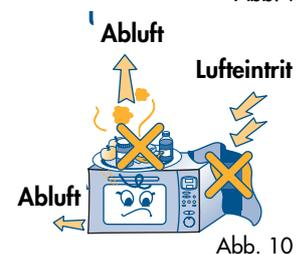

Abb. 10
- 7) Decken Sie die Zuluftöffnungen nicht ab. Stellen Sie vor allen Dingen nichts auf das Gerät und achten Sie darauf, daß die Abluft- und Dampfabzugsschlitze (an der Ober-, Unter- sowie Rückseite des Gerätes) IMMER FREI sind (Abb. 10).
- 8) Positionieren Sie die Halterung (L) in die Mitte der runden Aufnahme und setzen Sie den Drehteller (I) darauf. Der Stift (D) muß in der entsprechenden Stelle in der Mitte des Drehtellers einrasten.